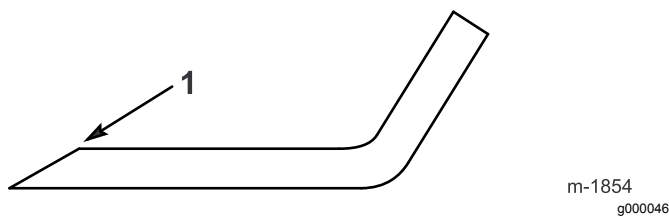

Figura 42
1. Affilate i taglienti da entrambe le estremità di ogni lama con una lima (Figura 42).